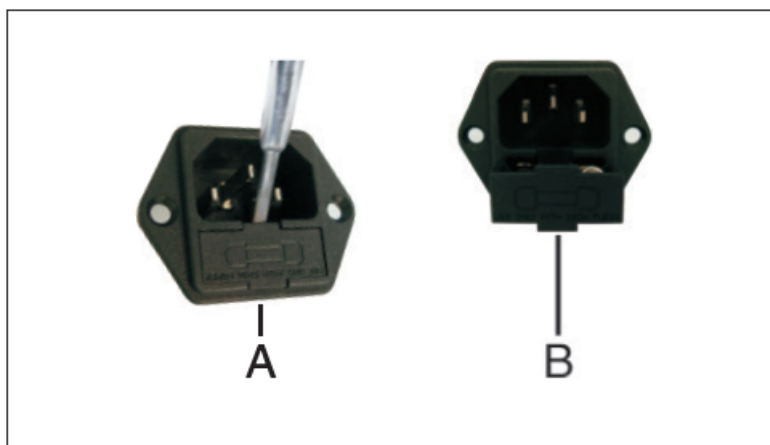

Рис.29
10.1 Вставьте плоское жало отвертки в углубление отсека предохранителей под сетевым разъемом и используйте ее как рычаг (Рис.29 — поз. А);
10.2 Вытяните отсек предохранителей (Рис.29 — поз. В);
10.3 ОПАСНОСТЬ: Замените предохранители, используя предохранители типа, указанного на идентификационной наклейке на нижней части устройства; установите отсек обратно на место (Рис.29 — поз. В).